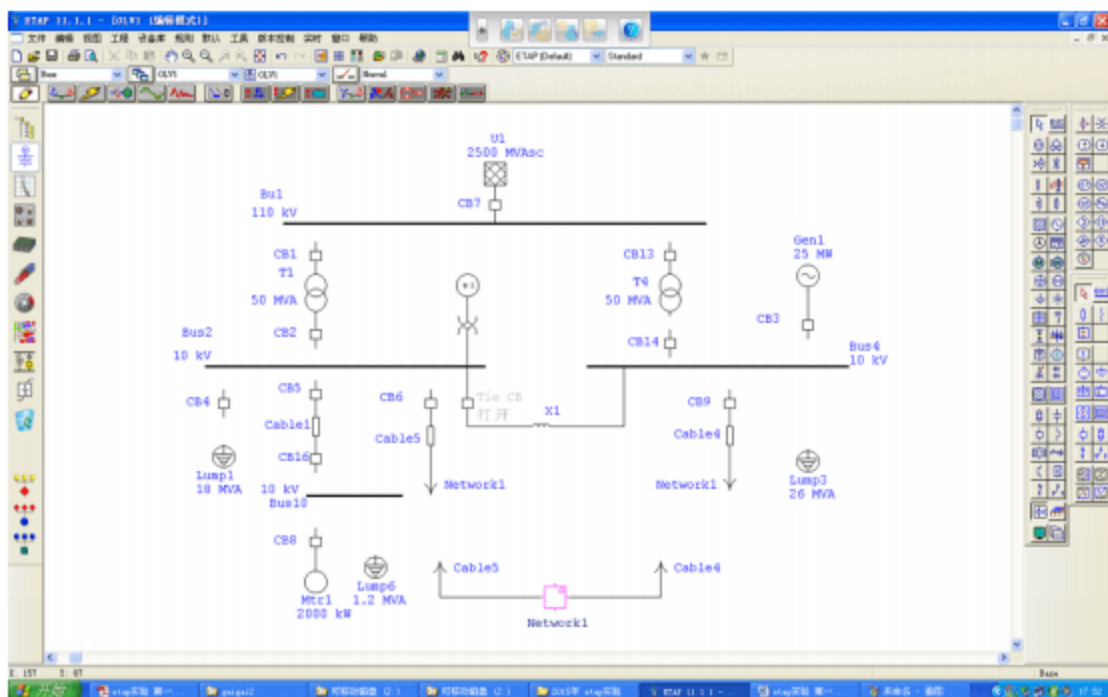

图1-5 在单线图上添加电力系统元件
- 1、鼠标左键单击元件栏中的交流元件，拖曳到图纸OLV1(编辑模式)上，如图1-5所示。这些元件分别是：等效电网、母线、发动机、变压器、传输线、电缆、等效负荷、电动机、电抗器、断路器等。